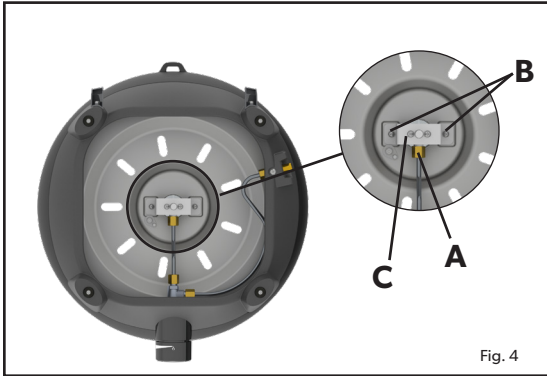
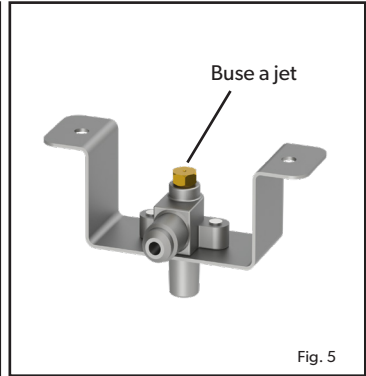

Fig. 4
Fig. 5
- Il est recommandé de nettoyer ou de remplacer la buse à jet tous les six (6) mois pour assurer un fonctionnement efficace et continu de l'appareil.
- Si le trou du gicleur se bouche, cela peut produire une petite flamme ou pas de flamme du tout. N'essayez pas de nettoyer le jet avec une épingle ou un autre dispositif similaire car cela pourrait endommager l'orifice, ce qui pourrait rendre l'appareil dangereux. Pour retirer le jet, retirez toutes les surfaces lâches de votre appareil et retournez l'unité de base. À l'aide d'une clé appropriée, desserrer l'écrou (A) (Fig. 4). Dévisser les 2 vis (B) (Fig. 4). Retirez le support (C) pour exposer la buse. (Fig. 5). Retirez la buse à l'aide d'une clé appropriée. N'utilisez pas de pinces sur la buse car cela pourrait endommager la buse et la rendre inutilisable ou impossible à retirer. Visser la nouvelle buse dans la valve. Ne serrez pas trop car cela pourrait endommager le jet.